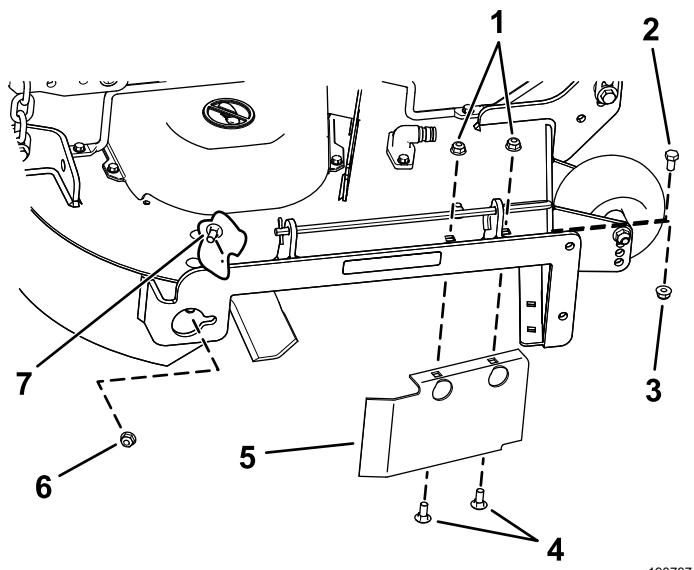

Figura 18
8. Retire el perno de cuello cuadrado (5/16" x 3/4") y la contratuerca (5/16"), situados en la pared trasera de la carcasa de corte, que sujetan el deflector a la carcasa (Figura 18).
9. Localice el protector del deflector en el borde delantero del orificio de descarga lateral (Figura 18).
10. Retire las fijaciones que sujetan el protector del deflector y el deflector derecho a la carcasa del cortacésped (Figura 18).
13. Instale las fijaciones retirados anteriormente en los taladros delanteros de la placa de descarga y en el taladro delantero de la carcasa (Figura 18).